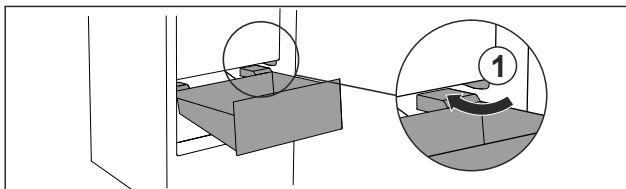

Fig. 94
- Umetnite ladicu koso oko zaustavljača Fig. 94 (1).